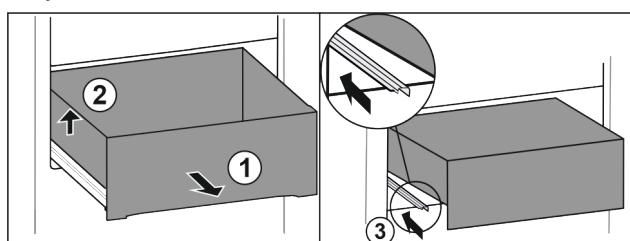

Fig. 92
- Izvadite ladicu do graničnika. Fig. 92 (1)
- Podignite ladicu lijevo. Fig. 92 (2)
- Gurnite lijevu vodilicu. Fig. 92 (3)